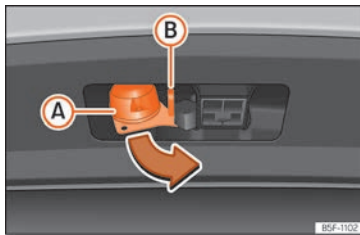

Abb. 179 13-polige Steckverbindung drehen
- Halten Sie die Steckverbindung im Bereich (A) und ziehen Sie sie in Pfeilrichtung heraus » Abb. 179.
- Öffnen Sie die Abdeckung der Steckverbindung (A) und verbinden Sie den Anhänger » Abb. 179.
• Hängen Sie das Halteseil des Anhängers in die Sicherheitsöse ein »» **Abb. 179** **B**. Beim Einhängen muss das Halteseil in allen Anhängergepositionen zum Fahrzeug **durchhängen** (scharfe Kurven, Rückwärtsfahrt usw.).